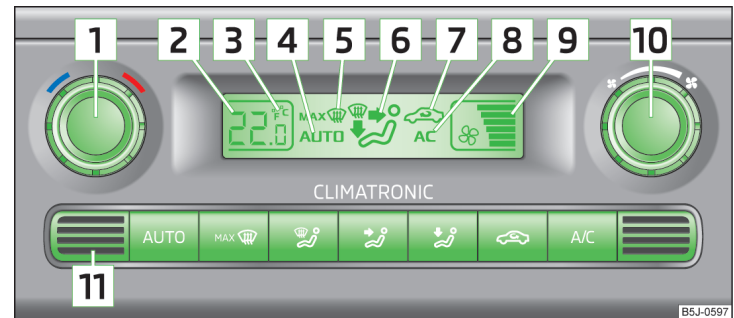

Abb. 100 Climatronic: Bedienungselemente
Den Innenraumtemperatursensor **[11]** » Abb. 100 nicht überkleben oder überdecken, sonst könnte die Climatronic ungünstig beeinflusst werden.
- › Die Taste **AUTO** » Abb. 100 auf Seite 95 drücken, im Display wird **AUTO** angezeigt.
- › Den Drehregler **[1]** » Abb. 100 auf Seite 95 nach links bzw. rechts drehen, um die Temperatur zu senken bzw. zu erhöhen.
Im Display erscheint die Angabe in den gewünschten Temperatur-Maßeinheiten (Pos. **[3]** » Abb. 100 auf Seite 95).
- › Die Symboltaste ☞ » Abb. 100 auf Seite 95 drücken.
- › Die Symboltaste ☞ » Abb. 100 auf Seite 95 erneut drücken.
- › Den Drehregler **[10]** » Abb. 100 auf Seite 95 nach links bzw. rechts drehen, um die Gebläsedrehzahl zu senken bzw. zu erhöhen.
Die eingestellte Gebläsedrehzahl wird durch die Anzeige der jeweiligen Anzahl von Segmenten im Symbol **9** » **Abb. 100 auf Seite 95** im Display dargestellt.
➤ Die Symboltaste **MAX** » **Abb. 100 auf Seite 95** drücken.
➤ Die Symboltaste **MAX** » **Abb. 100 auf Seite 95** erneut drücken oder die Symboltaste **AUTO** drücken.